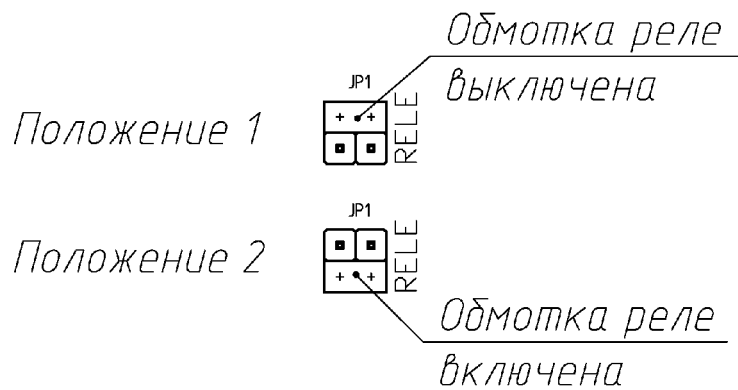
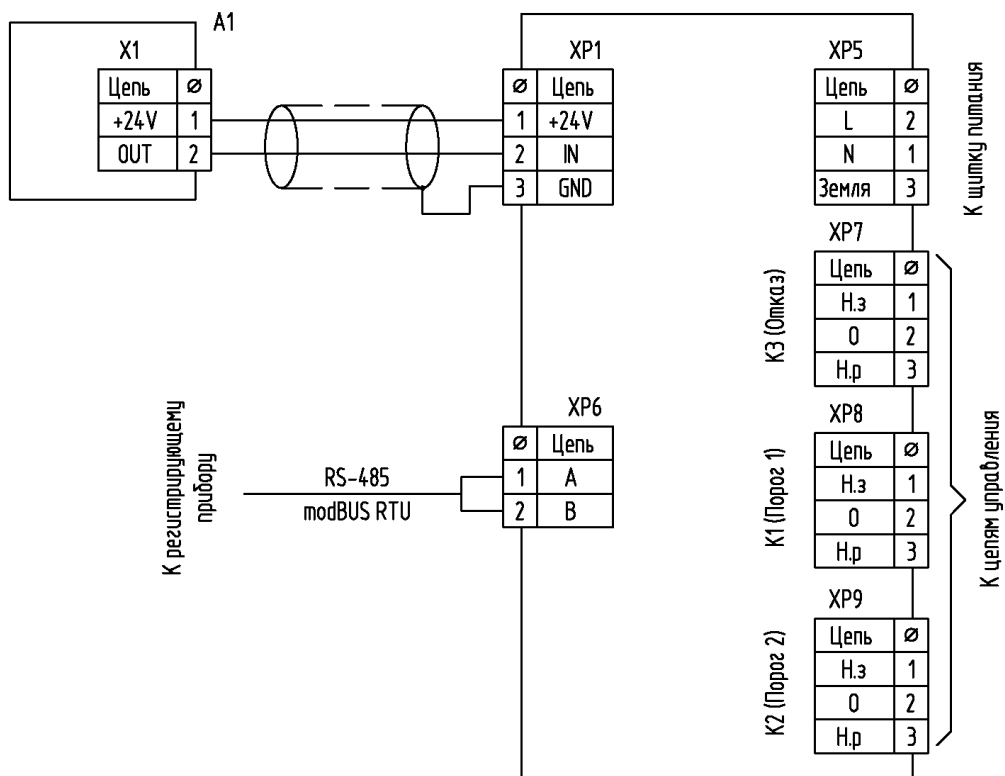

Рис.1 Общий вид БПС.
Рис.5 Схема подключения ИП (электрохимического) к БПС
Реле могут находиться в одном из состояний, выбираемом переключкой П1 (рис.1).
4.2.3.3. Преобразователь измерительный на месте эксплуатации соединяется с БПС кабелем, в качестве которого может быть использован двухжильный кабель любой марки с общим экраном и сопротивлением по каждой жиле не более 100 Ом (например, МКЭШ 2*0,35). Рекомендуемая площадь жилы кабеля - не менее 0,35 мм². Кабели в комплект поставки системы не входят, при необходимости поставляются по отдельному заказу. К одному БПС может быть подключен 1 преобразователь. Схема подключения ИП и других внешних цепей представлена на рис. 5, 6.
Подключите к клеммной колодке **XP7, XP8, XP9** контрольный кабель, как обозначено на рис.1, 5, 6 Внимание! На рис.5, 6 состояние контактов реле показаны в выключенном положении (т.е., когда на обмотку реле напряжение не подано). Если вы используете реле в включенном состоянии (перемычка П1 в положении 2), то учитывайте это при подключении контрольного кабеля. Выведите контрольный кабель из блока БПС через другой верхний кабельный ввод и подключите к промежуточным реле шкафа автоматики или напрямую к исполнительным устройствам.
Ослабьте гайку кабельного ввода на корпусе измерительного преобразователя, проденьте свободный конец кабеля через ввод и уплотняющую втулку. Вставьте жилы кабеля в двухконтактный/трёхконтактный клеммник и закрепите винтами (см. схему подключения рис. 5, 6). **Установите перемычку на плате электрохимического ИП из транспортировочного положения W1 в рабочее положение W2 (рис. 1)**. Установите крышку на корпус измерительного преобразователя и зафиксируйте винтами. Завинтите гайку кабельного ввода до упора.